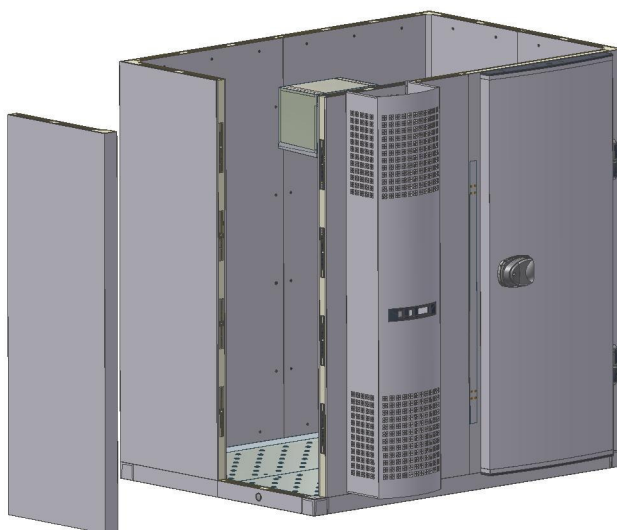

Fig. 6
- Los últimos paneles a montar son los paneles del techo (Fig.6).